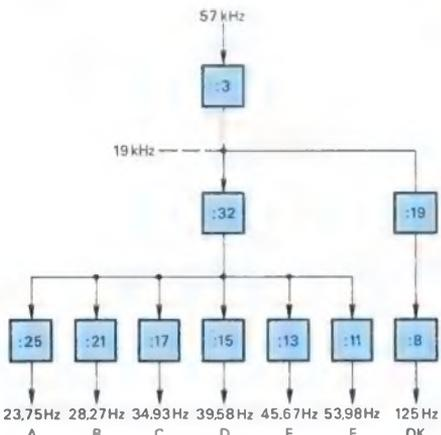

Bild 3. Ableitung der Bereichs-Kennfrequenzen aus 57 kHz durch ganzzahliges Teilen
1. Die Bereichsfrequenzen werden durch ganzzahlige Teilung aus den 57 kHz gewonnen, womit eine exakte Einhaltung dieser tiefen Frequenzen gegeben ist (Bild 3).